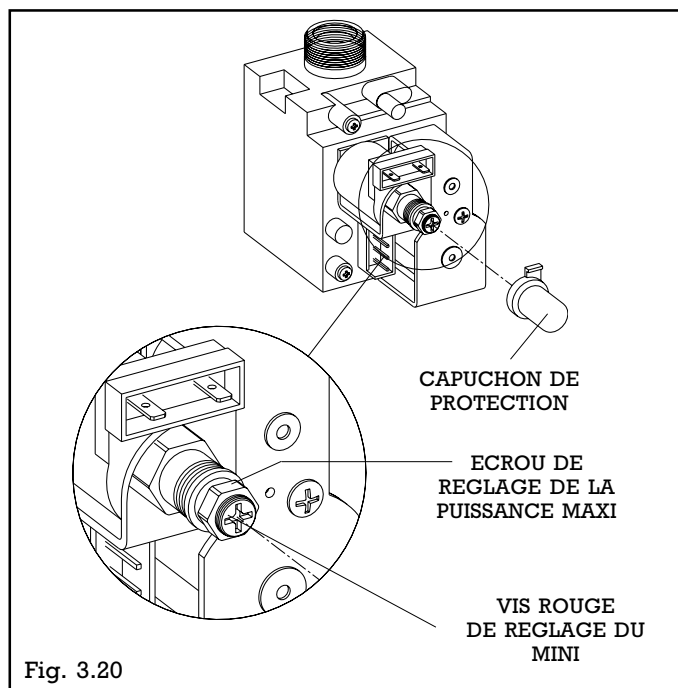

Fig. 3.20
- retirer le capuchon plastique de la bobine de modulation de la vanne gaz (fig.3.20) et agir à l'aide d'une clé de 10 sur l'écrou de réglage de la puissance maxi jusqu'à obtention de la pression maxi nécessaire.